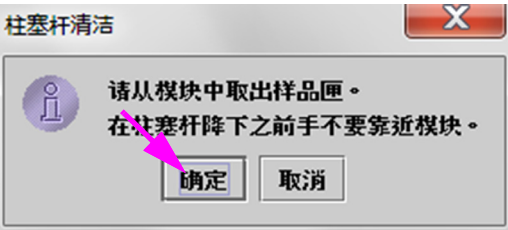

图 9-4. “柱塞杆清洁”对话框
- 在**模块**表中，选择要清洁的模块，然后选择**清洁**或**全部清洁**（参见图 9-3）。此时出现“柱塞杆清洁”对话框（参见图 9-4）。